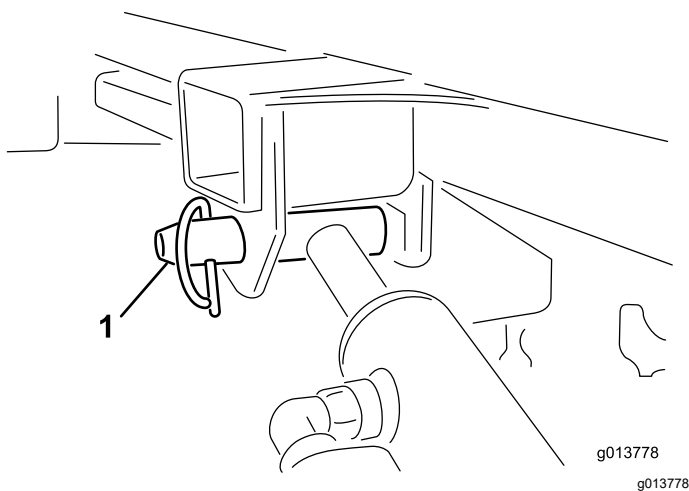

Figura 54
11. Con una mano, tenete fermo il cilindro di sollevamento. Con l'altra mano staccate il perno di bloccaggio del cilindro di sollevamento (Figura 54).